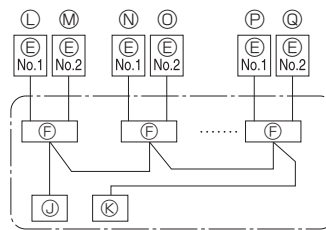

Fig. 6-2
### 6.1. Außenanlage (Fig. 6-1, Fig. 6-2)
- (1) Die Bedienungsplatte abnehmen.
- (2) Die Kabel gemäß der Fig. 6-1 und der Fig. 6-2 verdrahten.
- ① Klemmleiste für den Netzanschluss (L1, L2, L3, N, ②)
② Klemmleiste für den Anschluss der Innen-/Außenanlage (S1, S2, S3)
③ Bedienungsplatte
④ Klemme